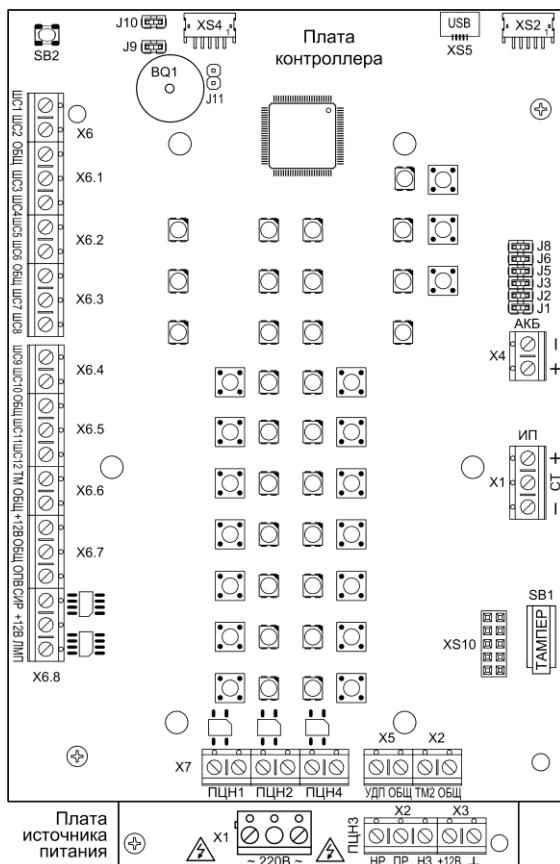
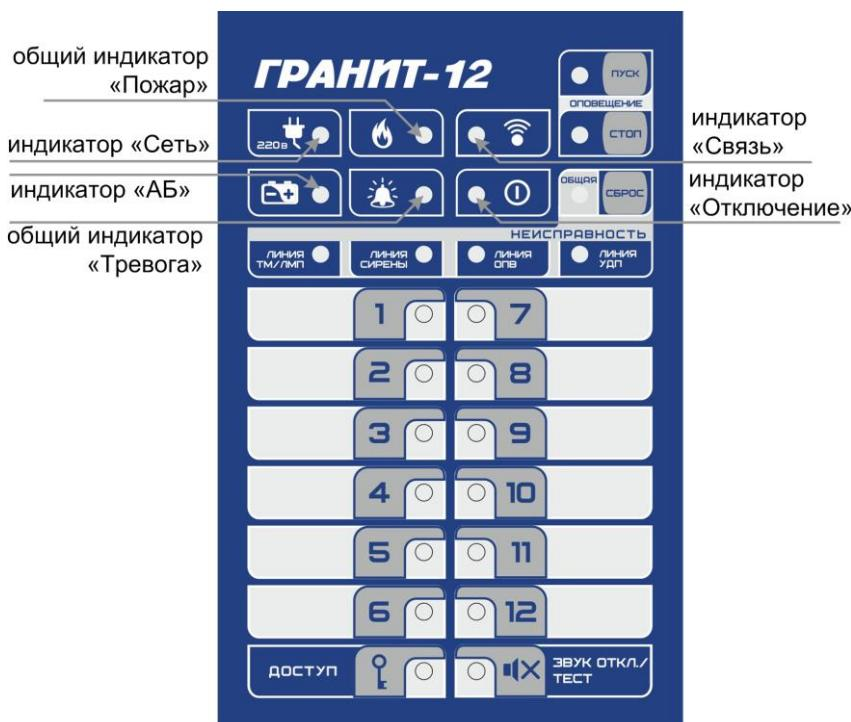

Рис.1 Плата контроллера Гранит-12 (вид со снятой панелью индикации и управления) и плата источника питания (видимая часть)
Рис.2 Панель индикации и управления прибора Гранит-12
Прибор состоит из корпуса и съёмной крышки. В корпусе расположена плата контроллера и плата источника питания (рис.1). На плате контроллера установлена панель индикации и управления (рис.2).
3.1 На плате контроллера (рис.1) расположены следующие элементы:
3.2 На панель индикации и управления прибора (см. рис.2) выведены:
3.3 На плате источника питания (рис.1) расположены следующие элементы: